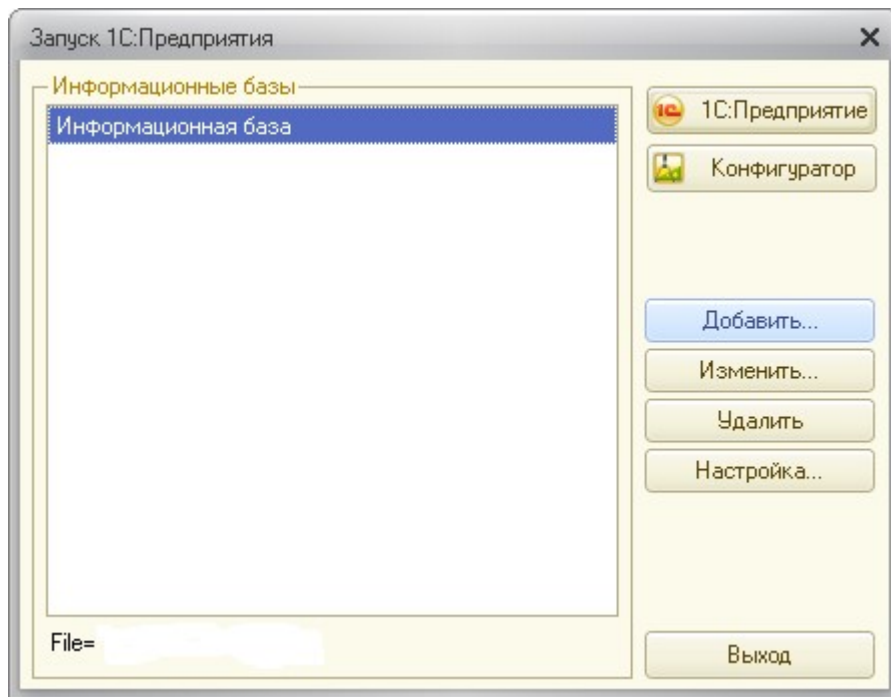

Рисунок 29 Добавление новой информационной базы
- В появившемся окне нажмите кнопку «**Добавить...**» (рис. 29).